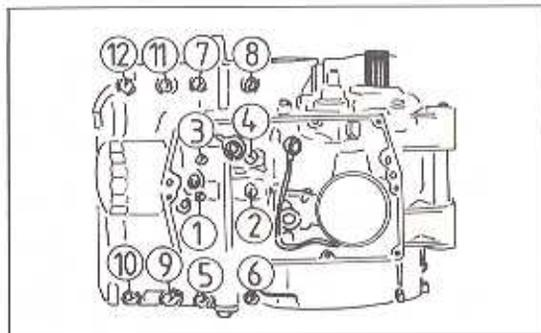

Bild 170
- Die 8-mm-Schrauben in der nebenstehend angegebenen Reihenfolge festziehen (Bild 170).